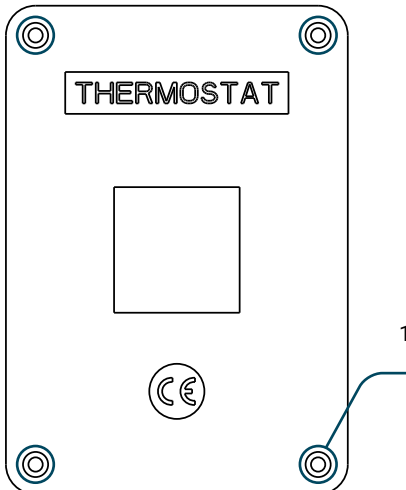

Figure 1
1. Retirez le capot du dispositif en dévissant les 4 vis de fixation (fig. 1)